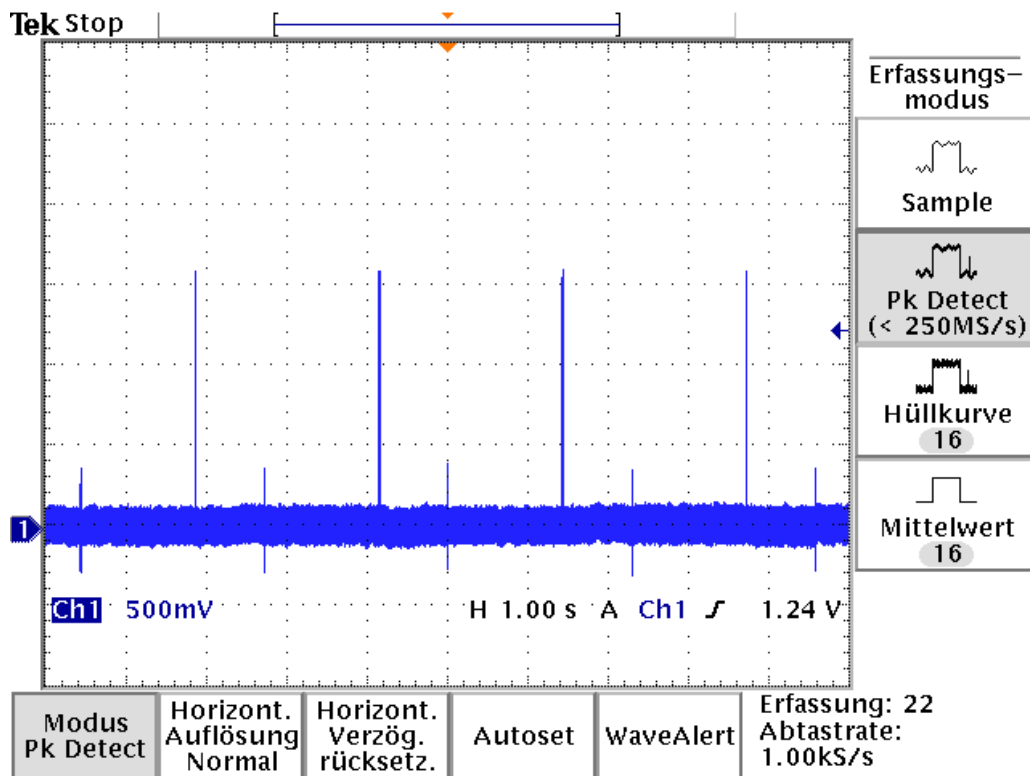

Abb. 1 GS09DT-ML an Hand-Steuerbox, Monitor-Ausgang U_{out} bei AUTO-Betriebsart
6. Es muss jetzt der periodisch eingespeiste Testpuls (ca. 5V, 10 ms) mit etwa 0.5 Hz Wiederholrate zu sehen sein (s. **Abb. 1**).